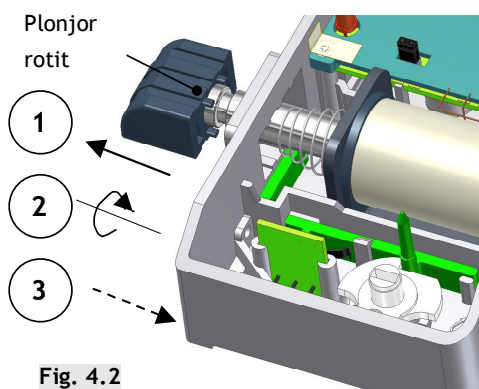

Fig. 4.2
2. Se trage plonjorul afară din yală; nu este necesară scoaterea în totalitate a plonjorului, doar atât cât să permită rotirea! (vezi Fig. 4.2)